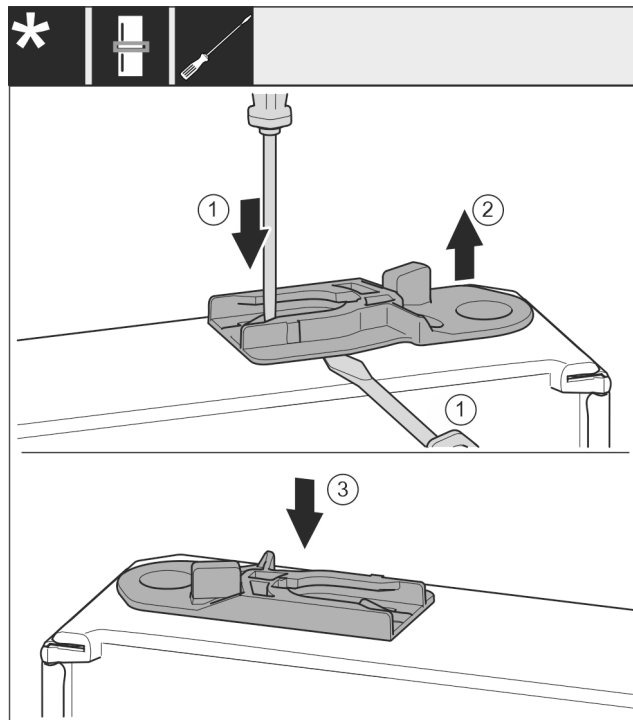

Fig. 41
- Führungsbuchse herausziehen: Lasche Fig. 41 (1) mit Schlitzschraubendreher drücken und gleichzeitig mit Schlitzschraubendreher unter Führungsbuchse Fig. 41 (2) fahren.
- Im Lieferumfang beiliegende Führungsbuchse Fig. 41 (3) auf anderer Gehäusesseite einschieben.